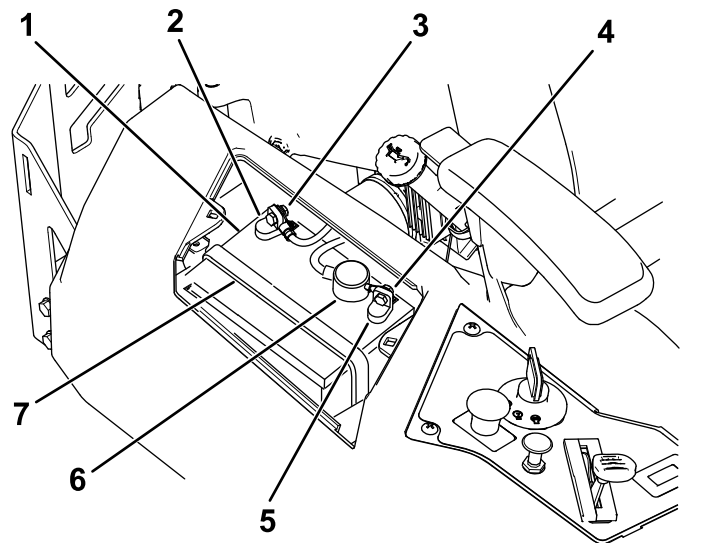

Figura 55
4. Deconectai cablul negativ (negru) de legare la masă de la suportul bateriei (Figura 55).
6. Deconectai cablul pozitiv (rou) de la borna bateriei (Figura 55).
7. Scoateți elementul de fixare a bateriei (Figura 55) și ridicați bateria din compartimentul său.
1. Amplasai bateria în compartimentul său (Figura 55).
5. Fixezi bateria cu elementul de fixare (Figura 55).